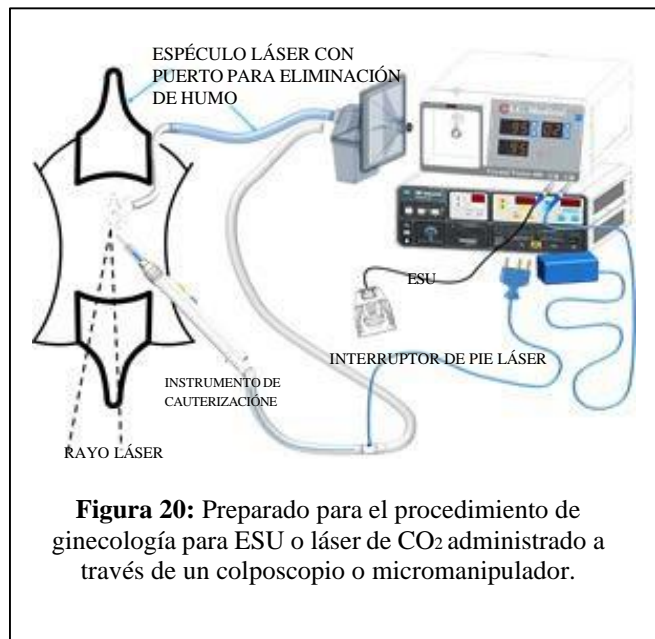

Figura 20: Preparado para el procedimiento de ginecología para ESU o láser de CO₂ administrado a través de un colposcopio o micromanipulador.
3. Consulte la Figura 20 para la configuración.